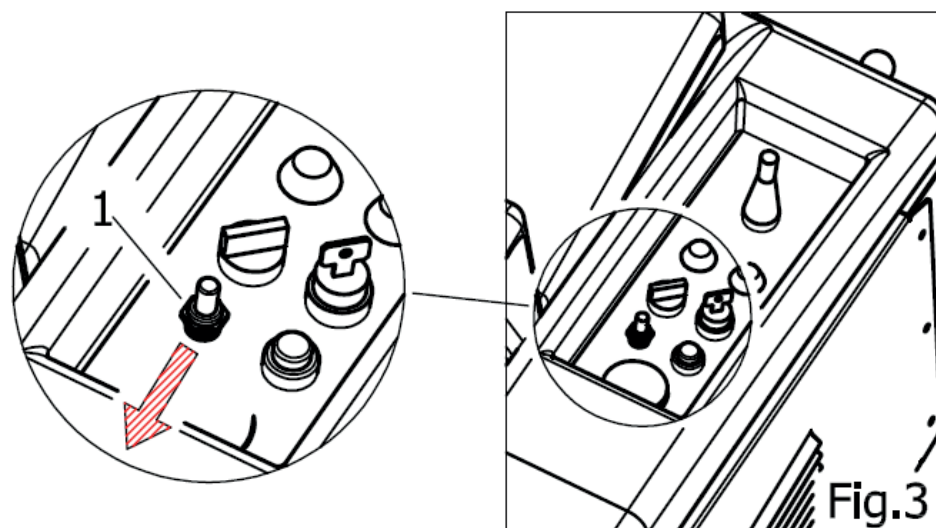

Fig.3
Per far partire il sollevamento del contenitore, tirare indietro il pulsante Part. 1 Fig. 3.
*To start the lifting of the container, put the switch Part. 1 Fig. 3 back.*